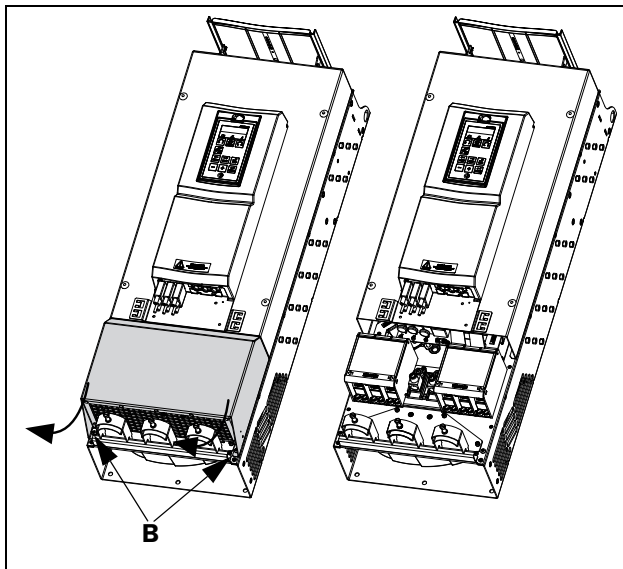

Fig. 36 Lossa de två skruvarna och ta bort den nedre kåpan (principskiss).
- Lossa de två skruvarna B (se fig. 36).